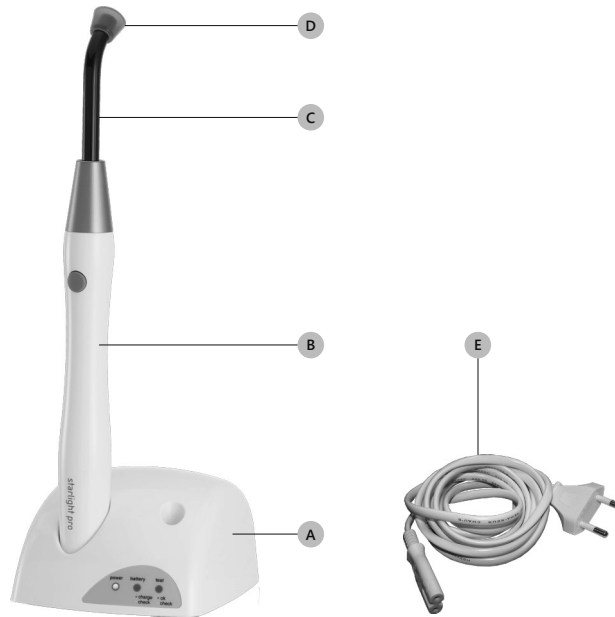
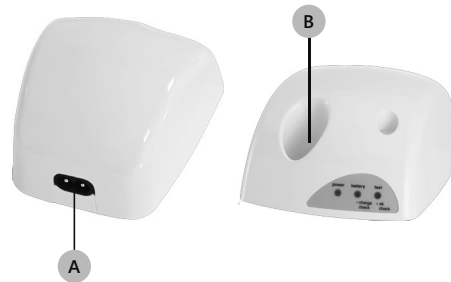

Figura 4 – Lista de los Componentes
Figura 5 – Base de recarga.
ⓘ ATENCIÓN: Recargar la batería utilizando exclusivamente la estación de recarga Mectron (*Figura 4 en página 8 - Ref. A*). No intentar la recarga con cargadores genéricos. Peligro de explosiones y de incendio.
Hacer referencia a la Figura 4 en página 8:
⚠ PELIGRO: No introducir objetos metálicos en el porta-mango de la estación de recarga (Figura 5 en página 10 - Ref. B), ni introducir los dedos cuando el aparato está encendido.
2. Introducir el cable de alimentación de la energía eléctrica (Figura 4 en página 8 - Ref. F) en la conexión colocada en la parte de atrás del aparato (Figura 5 en página 10 - Ref. A) y, por lo tanto, en la toma de la pared. El LED verde "power" se encenderá (Tabla 1 en página 11 - Ref. A).
1. Introducir el mango dentro de la sede de la estación de recarga (Figura 5 en página 10- Ref. B). El LED verde batería se enciende (Tabla 1 en página 11 - Ref. B).
⚠ **ATENCIÓN:** Recargar la batería utilizando exclusivamente la estación de recarga Mectron (Figura 4 en página 8 - Ref. A). No intentar la recarga con cargadores genéricos. Peligro de explosiones y de incendio.